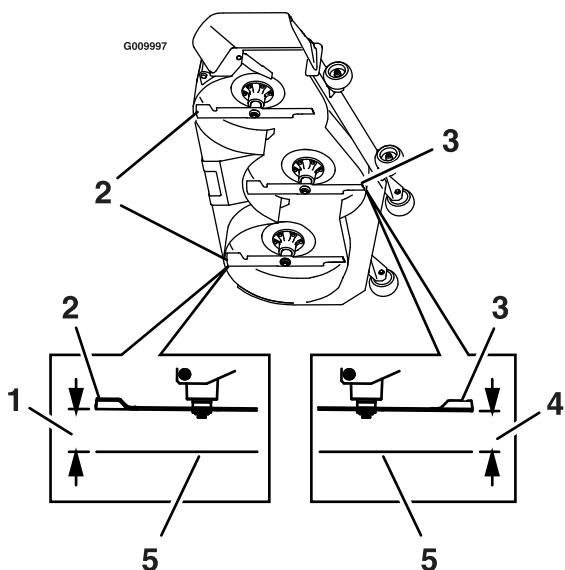

Figura 81
- Meça a distância existente entre a superfície nivelada e a ponta dianteira da lâmina central (Figura 81).